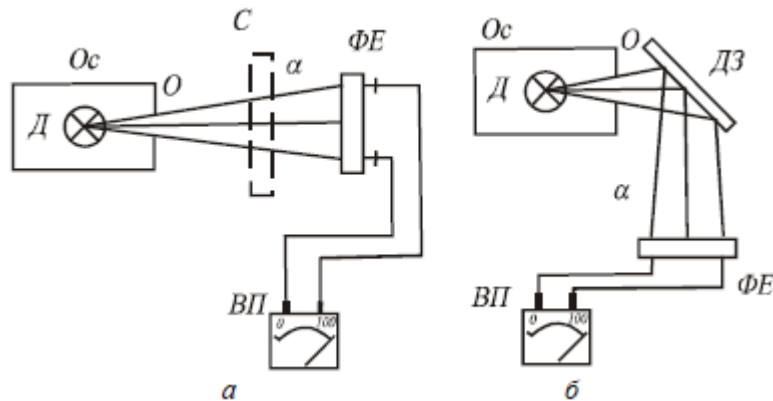

Рис. 1. Схема вимірювання коефіцієнта дзеркального відбивання
1. Навести схему вимірювання коефіцієнта дзеркального відбивання (рис.1).